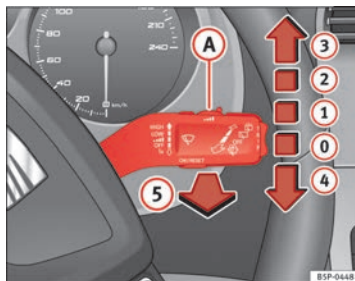

Fig. 86 Palanca del limpiacristales
La palanca del limpiacristales ⇒ fig. 86 tiene las siguientes posiciones:
- Si se detiene el vehículo estando el limpiaparabrisas funcionando en la posición ➔ fig. 86 **2** o en la posición **3**, automáticamente comenzará a funcionar en una posición inferior. Si el vehículo reinicia la marcha, el limpiaparabrisas seguirá funcionando en la posición seleccionada originalmente.